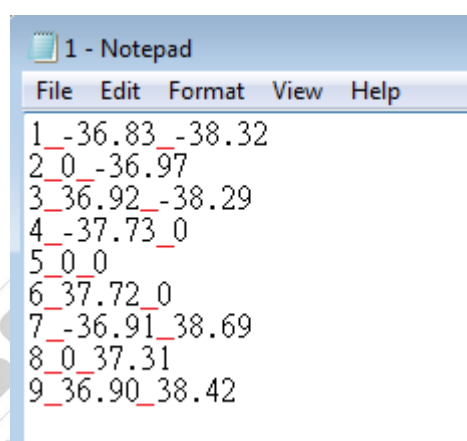

図 1.1.49
**Reset Params. From File...** すべての修正データをデフォルト値としてリセットします。ユーザーは\* .txtファイルを修正ファイルとして作成し、このファイルをXとYの座標としてインポートすることができます（図1.1.49参照）。